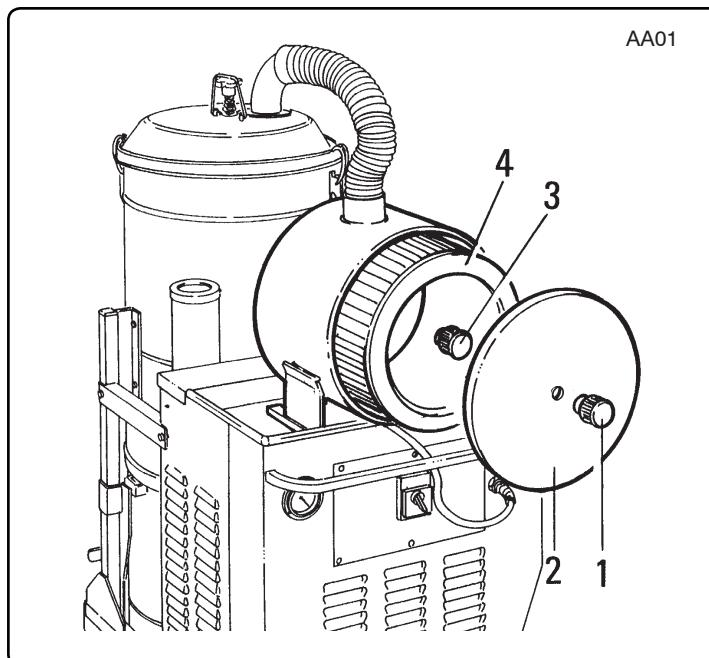

Fig. 8.5.4
**8.5.3 - Sostituzione del filtro negli aspiratori nella categoria d'impiego "K1" fig. 8.5.4**
**8.5.3 - Changing the absolute filter on “K1” version vacuum fig. 8.5.4**
**8.5.3 - Sustitución del filtro en los aspiradores de la categoría de empleo “K1” (fig. 8.5.4)**
**8.5.3 - Het vervangen van filters in de gebruikerscategorie “K1” (Afb. 8.5.4)**